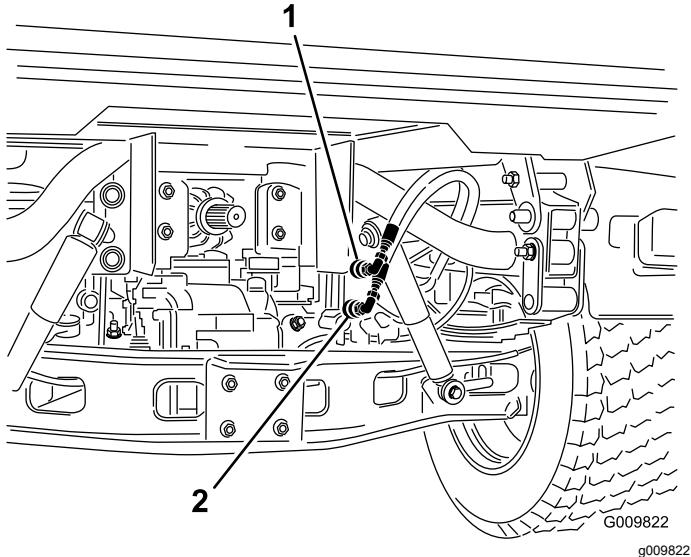

Bild 73
- Schließen Sie an beiden Maschinen die zwei Schnellkupplungsschläuche von den Schläuchen ab, die an der Schnellkupplungshalterung befestigt sind (Bild 73).